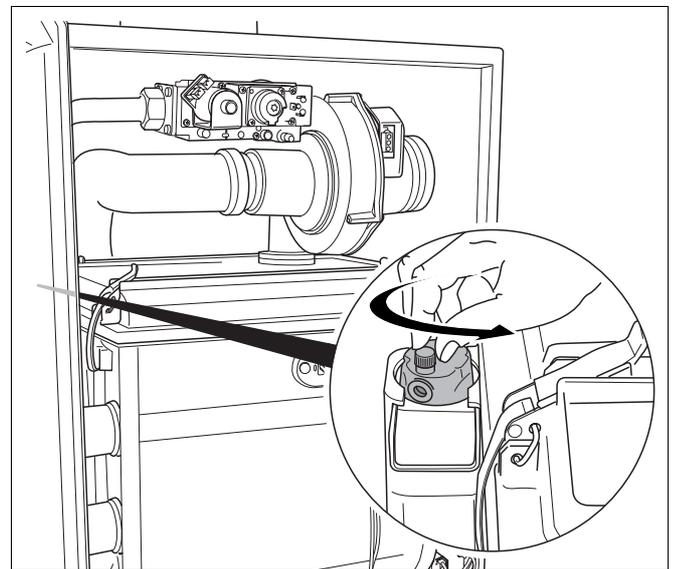

Fig. 63 Aprire il disaeratore automatico
La caldaia è dotata di un disaeratore automatico (fig. 63) che serve per lo sfiato della caldaia.
- Allentare di un giro la calotta di protezione al disaeratore automatico (fig. 63).